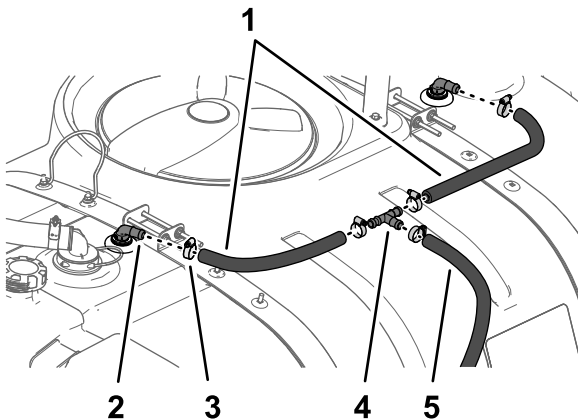

Figure 27
1. Branchez les 2 flexibles (1,9 x 61 cm) et montez les 2 colliers sur le raccord à 90° des buses de rinçage, puis serrez les colliers à la main (Figure 27).
2. Avec 2 colliers légèrement serrés, branchez l'autre extrémité des flexibles (1,9 x 61 cm) au raccord en T, comme montré à la Figure 27.
3. Branchez les flexibles (1,9 x 180 cm) au raccord en T avec un collier, comme montré à la (Figure 27).
1. Branchez le flexible de 53,3 cm situé au bas du réservoir de rinçage au raccord droit cannelé intérieur de la pompe du réservoir de rinçage avec un collier serré à la main (Figure 27).